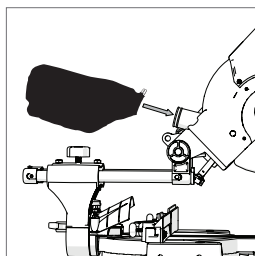

Fig. 41
- Pousser le sac à poussières sur la tubulure d'aspiration, s'assurer ce faisant que le clip à ressort prend sur la tubulure et maintient le sac à poussière en toute sécurité en place. **(Fig. 41)**